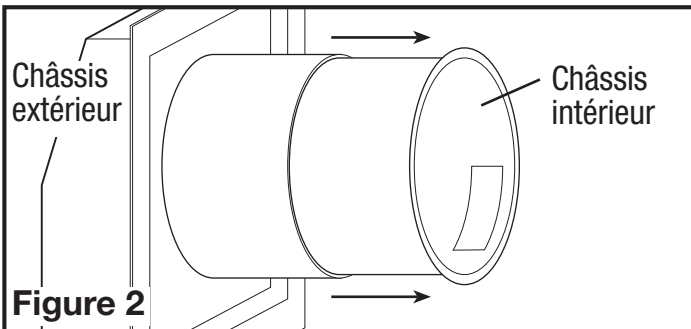

Figure 2
3. Glisser le châssis intérieur à l'extérieur du châssis extérieur et le mettre de côté dans un endroit sécuritaire (**Figure 2**).